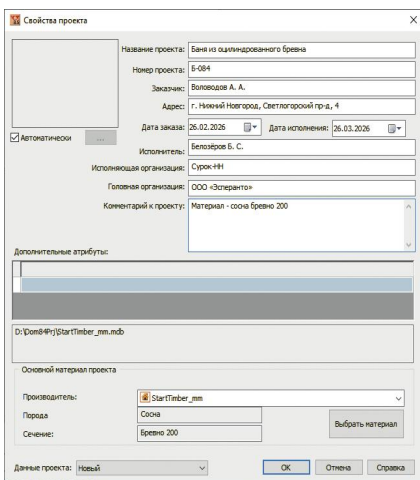

рис. 12
3. Далее заполните диалоговую карточку **Свойства проекта** (образец на рис. 12).
Не выходя из карточки, выберите материал будущего проекта. Для этого нажмите кнопку **Выбрать материал** (см. рис. 12).